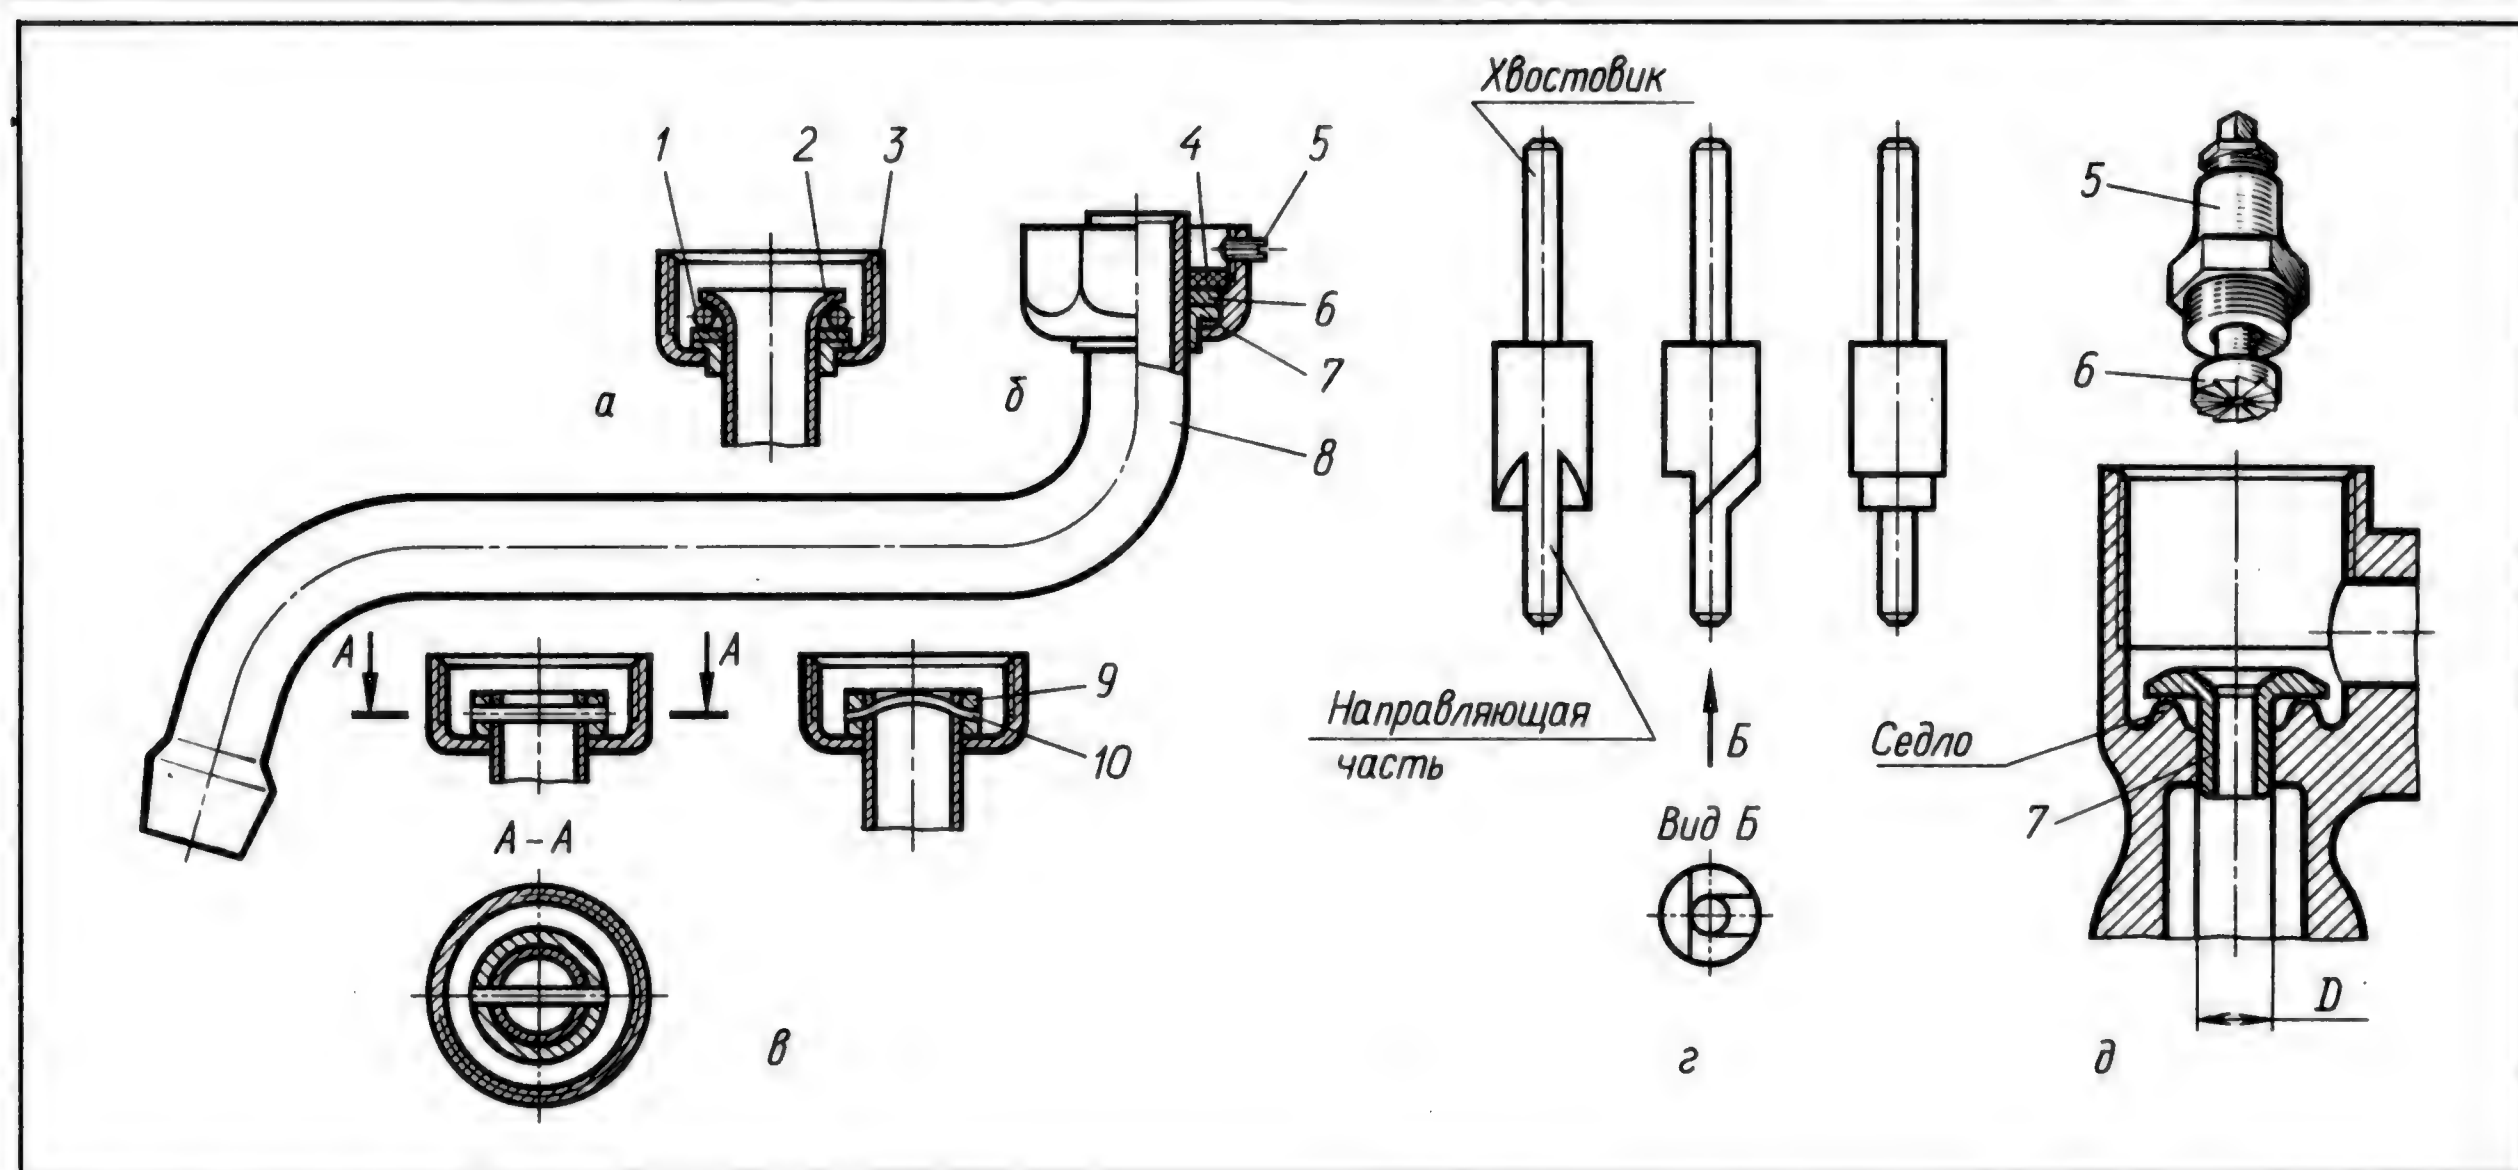

Рис. 20. Ремонт изливов:
почти равномерно соскребаем слой с вершины седла, находящийся выше канавки. Продолжаем это до тех пор, пока канавка не исчезнет. 3. Если глубина канавки 1 мм и более, то для ее уничтожения можно воспользоваться электродрелью и специальным сверлом (рис. 20, з). Такое сверло не продают в магазинах. Его вытачивают на токарном станке с последующей обработкой вручную и закалкой. Латунь, из которой изготовлена боковина, — совсем не мягкий материал и поэтому чем большей твердостью будут обладать кромки сверла, тем быстрее выведете канавку в седле. Для изготовления специального сверла необходимо использовать быстрорежущую сталь. Из нее можно изготовить лишь рабочую часть сверла, а хвостовик и направляющую часть — из любой стали.
4. Можно самостоятельно изготовить фрезу на базе корпуса 5 (рис. 20, д) вентиляльной головки. Из него выворачивают шток и вместо него вставляют безрезьбовой хвостовик фрезы 6. При возможности лучше внутреннюю резьбу корпуса сточить, чтобы хвостовик фрезы центри-
Если на накидной гайке 3 (рис. 20) есть стопорный винт 5, немного выкрутите его, отверните накидную гайку и снимите трубку 8. Для замены прокладки 4 подберите листовую резину средней твердости тол-
Надев на трубку 8 накладную гайку 3, кольцо 7, латунную шайбу 6, развальцуйте конец этой трубки (рис. 20, а). Развальцевать конец можно на краю металлического массивного предмета, имеющего угол в 90°, например, тисков, верстака или кувал-
Поэтому следует стремиться закрепить кольцо в первоначальном положении штифтом. Он должен быть по длине больше, чем диаметр кольца, чтобы концы штифта можно было расклепать (рис. 20, в) или выгнуть середину штифта (рис. 20, в). Отверстия под штифт
При ремонте излива иногда можно заменить резиновую прокладку 4 (рис. 20, б)